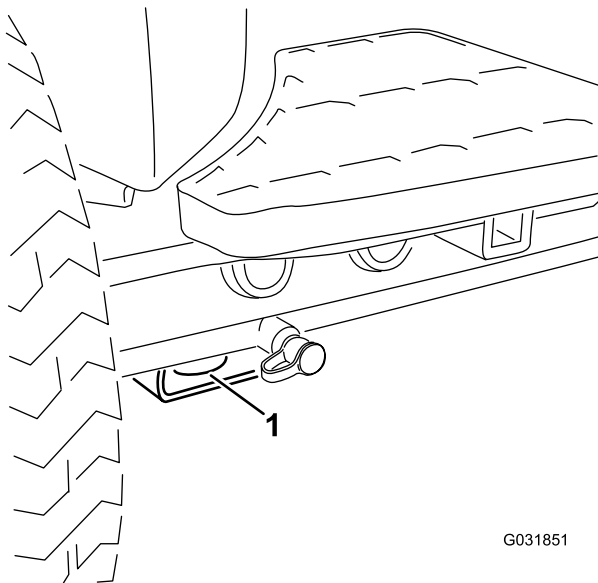

Bild 97
- **Vorderseite der Maschine:** Loch im rechteckigen Polster unter dem Achsenrohr in jedem Vorderreifen (Bild 97).